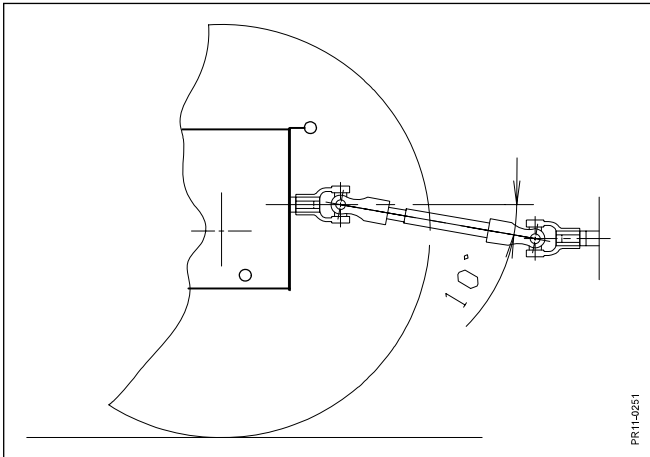

Fig. 2-5
- Fig. 2-5 b) Die Winkelabweichung der Gelenkwelle muß im Bereich -10° bis $+10^\circ$